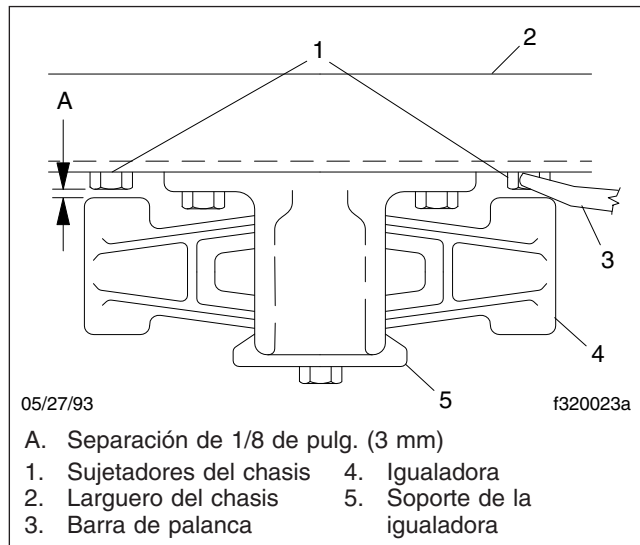

Figura 3, Vista superior de la igualadora
- Con el vehículo descargado, intente mover la igualadora de lado a lado utilizando una barra de palanca entre la igualadora y el larguero del chasis. Aplique presión solamente con la mano. Vea la **Figura 3**. Si la separación entre el ensamble de la igualadora y cualquier componente del chasis o sujetador es menos de 1/8 de pulgada (3 mm), reemplace los bujes de la igualadora. Vea las instrucciones en el **Grupo 32** del *Manual de taller 108SD y 114SD*.